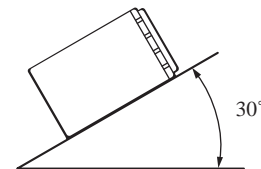

Fig. 2
- L'angle de l'installation, ne doit pas dépasser 30° par rapport à l'horizontale, faute de quoi l'unité ne fournira pas ses performances optimales. (Fig. 2)